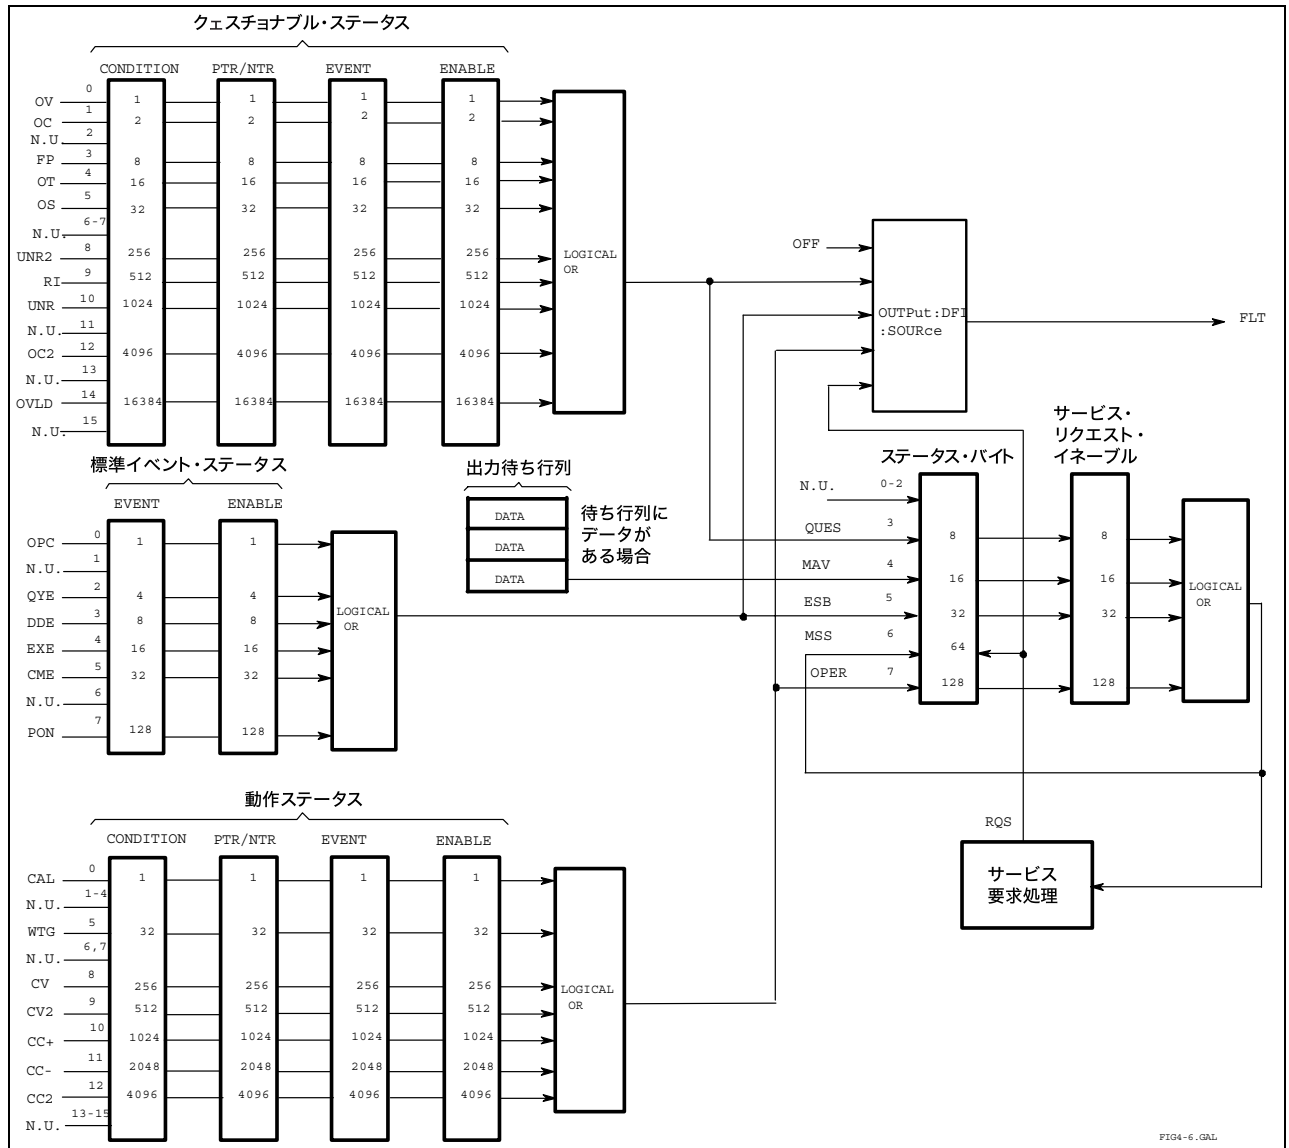

図 7-8. DCソースのステータス・モデル
図7-8に、DCソースのステータス・レジスタの構造を示します。表7-1には、ステータス・ビットの定義が示されています。標準イベント・レジスタ、ステータス・バイト・レジスタ、サービス・リクエスト・イネーブル・レジスタおよび出力待ち行列は、IEEE 488.2 Standard Digital Interface for Programmable Instrumentationの定義に従って、標準のGPIB機能を実行します。動作ステータス・レジスタとクエシヨナブル・ステータス・レジスタは、DCソースに固有の機能を実行します。
クwestionナブル・ステータス・レジスタは、DCソースの異常動作を示す信号を記録します。図7-8示すように、このグループは、動作ステータス・グループと同じ種類のレジスタから構成されています。クwestionナブル・ステータス・グループの出力を論理和 (OR) 演算した結果が、ステータス・バイト・レジスタのQUESTionableサマリ・ビット (3) になります。
このグループは、共通コマンドによって設定されるイベント・レジスタとイネーブル・レジスタから構成されます。標準イベント・イベント・レジスタは、測定器の通信ステータスに関連するイベントをラッチします (図7-8を参照)。これは、リード・オンリ・レジスタで、読取りが行われるとクリアされます。標準イベント・イネーブル・レジスタは、動作ステータス・グループやクwestionナブル・ステータス・グループのイネーブル・レジスタと同じように機能します。
本例では、DCソースがCC（定電流）動作モードに切り替わった時か、DCソースの過電圧回路、過電流回路または過熱回路が作動した時に、常にサービス要求が生成されます。図7-8には、動作ステータス・レジスタのビット10（CC）の条件によってステータス・バイト・レジスタのビット6（RQS）をセットするための経路が示されています。また、ビット0、ビット1、ビット4のクエスチョナブル・ステータス条件によって、ステータス・バイト・レジスタでサービス要求（RQS）を生成するための経路も示されています。レジスタを次のように設定する必要があります。